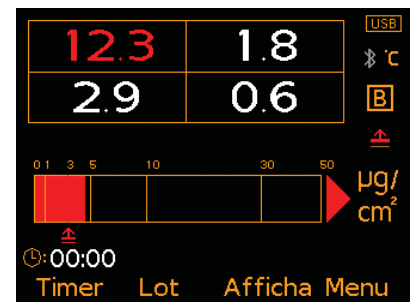

Fig. 5: Mesures x 4 & Graphe barre
- Graphe barre (Fig. 5) :** représentation analogique de la valeur en cours et de la valeur maxi (Hi), mini (Lo) et Moyenne (\bar{x}). Le graphique est automatiquement mis à jour à chaque nouvelle mesure.